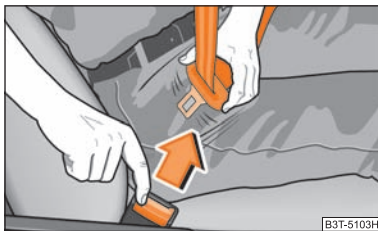

Abb. 152 Lösen der Schlosszunge vom Gurtschloss
- Drücken Sie die rote Taste im Gurtschloss ⇒ Abb. 152. Die Schlosszunge springt durch Federdruck heraus.